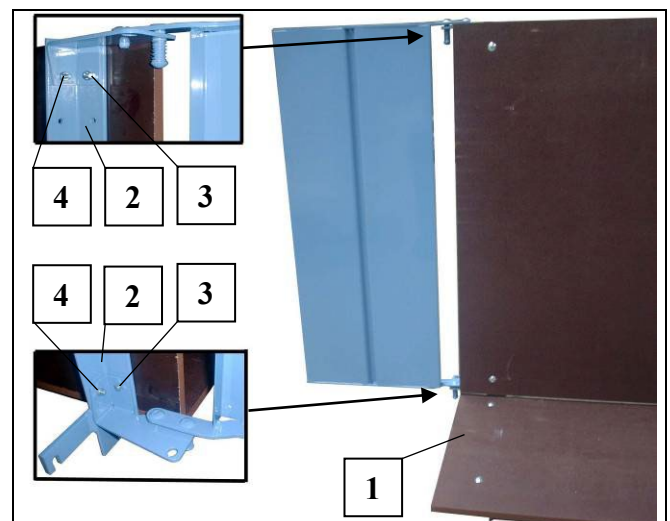

Fig. 41 Universeel plateau in elkaar zetten
- Neerklapbare zijbescherming (5) monteren (zie Fig. 41)
- Schotten (6) van bovenaf op het draagprofiel met steeds twee schroeven (7) monteren.